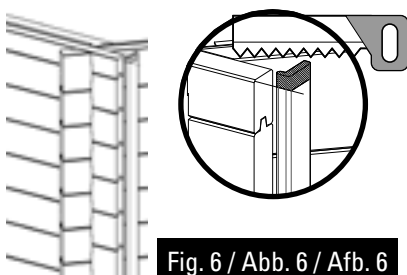

Fig. 6 / Abb. 6 / Afb. 6
- Position the L trimming on the ends of the boards. • Cut off the excess part of the trimming according to the height of the pool if necessary (figure 6).
- Présentez le cache L sur les extrémités des madriers. • Coupez l'excédent de cache selon la hauteur du bassin si nécessaire (figure 6).
- Legen Sie die Zierleiste L auf die Enden der Bretter. • Falls erforderlich, schneiden Sie das, was von der Zierleiste übersteht, je nach Höhe des Beckens (Abb. 6) ab.
- Plaats sierlijst L op de uiteinden van de planken. • Indien nodig, overtollige stukken van de sierlijst afsnijden, afhankelijk van de hoogte van het bassin (afbeelding 6).